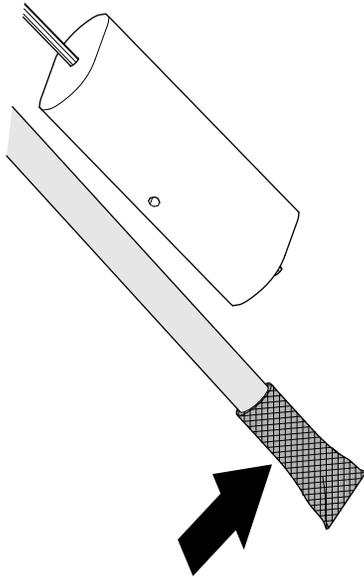

Figura 127
1. Pulite la griglia all'estremità del tubo di prelievo del carburante (Figura 127).